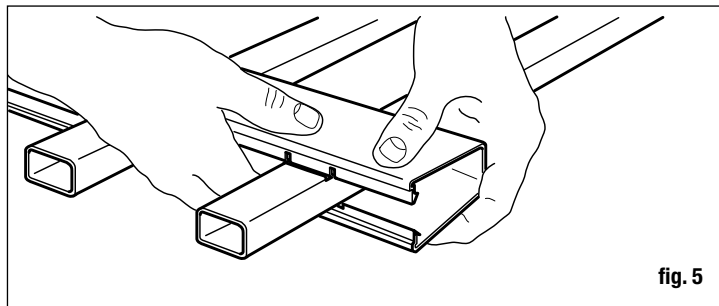

fig. 5
- Una vez que todas las estacas estén en su lugar, presione las pestañas de los barandales en las ranuras de las estacas utilizando las manos o golpee suavemente con un mazo de goma (fig. 5).